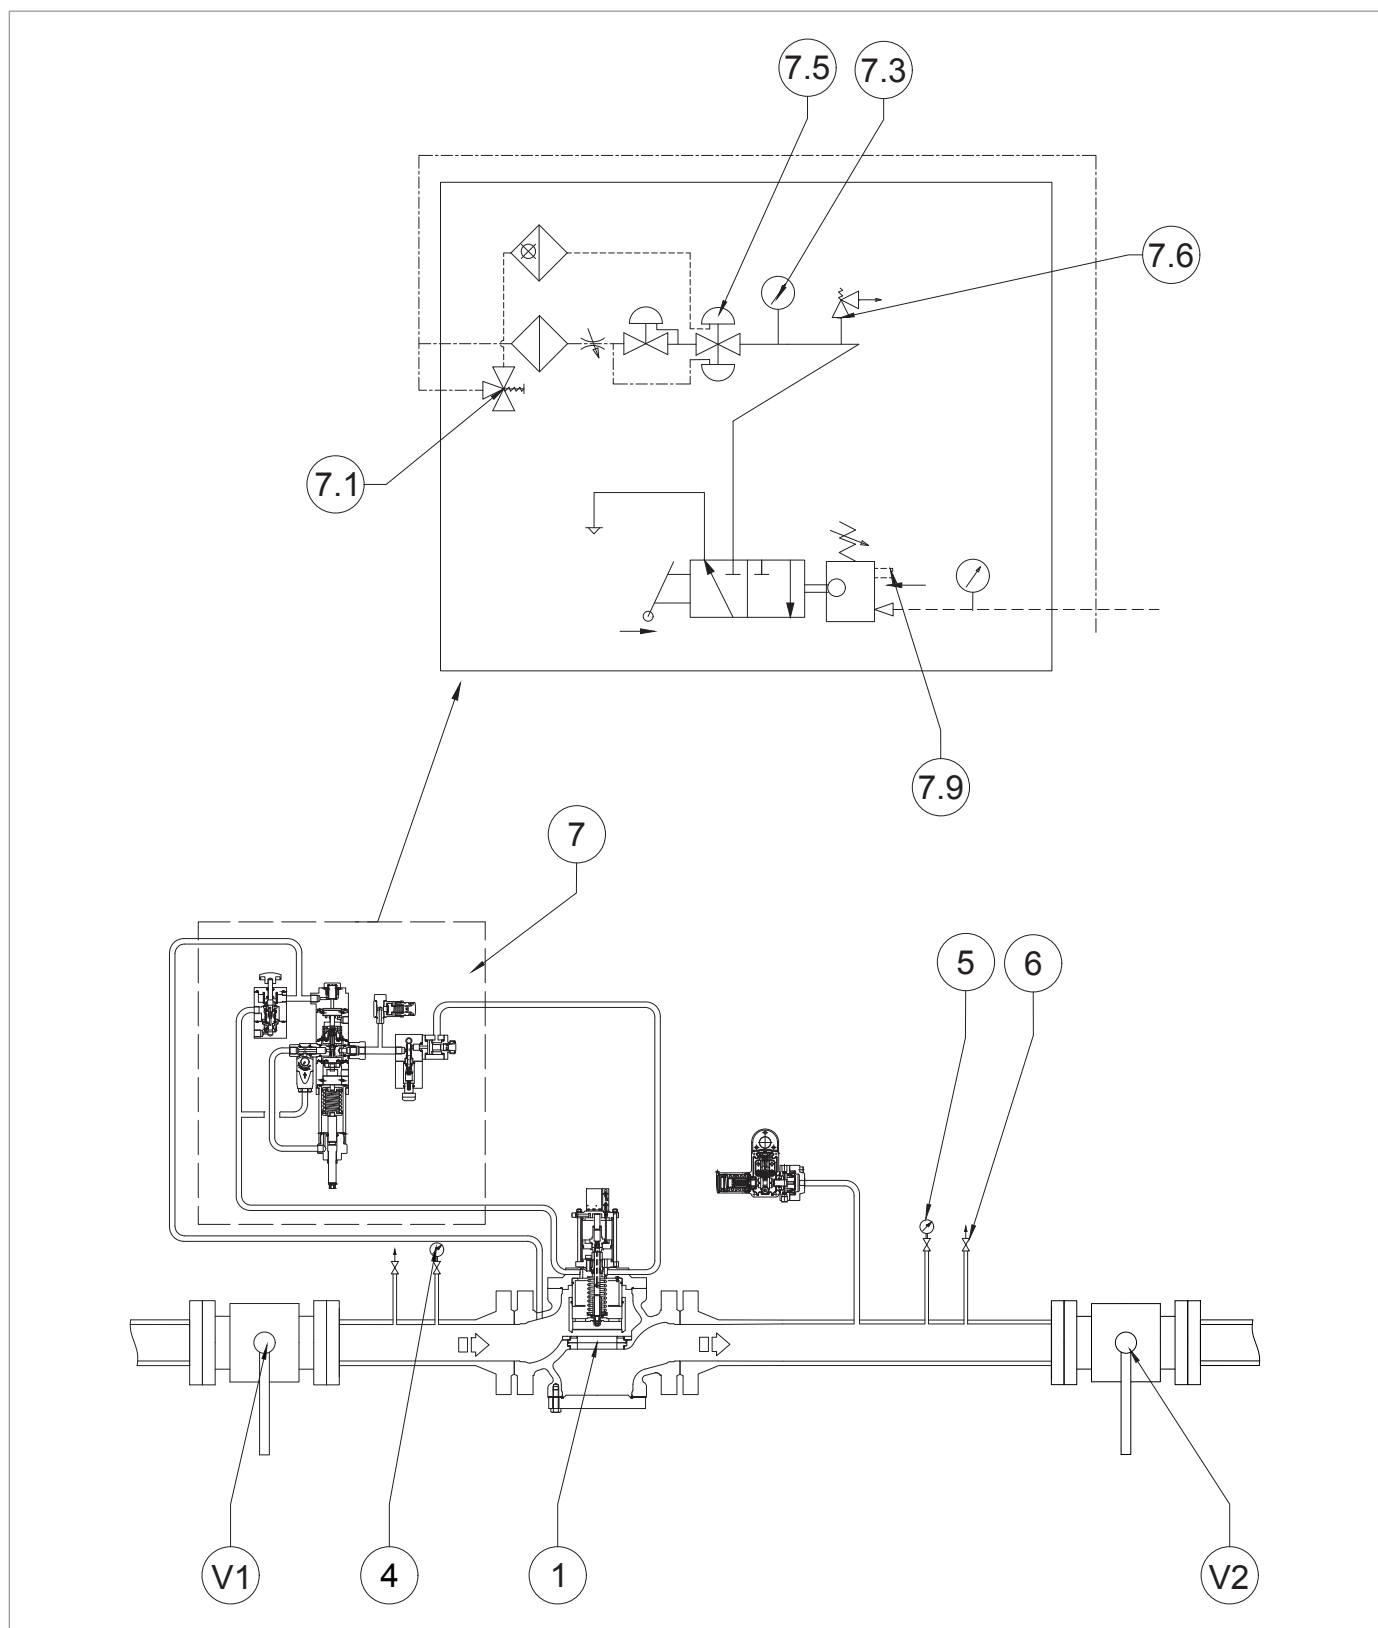

Рис. 8.14. Ввод в эксплуатацию и настройка LINE OFF 2.0 для HBC 975
Затем убедитесь, что манометр, установленный на устройстве LINE OFF 2.0 (поз. 7.3 — рис. 8.14), показывает 0 бар, что подтверждает полное снятие давления в линии.
- приведите предохранительный запорный клапан в действие вручную, нажав кнопку расцепления (поз. 10 - рисунок 4.3.). Затем убедитесь, что манометр, установленный на устройстве LINE OFF 2.0 (поз. 7.3 — рис. 8.14), показывает 0 бар, что подтверждает полное снятие давления в линии.